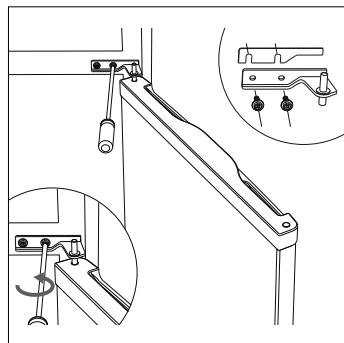

Fig. 7
- ▶ Enlevez la charnière médiane (12) en dévissant les vis de fixation (voir Fig. 7).